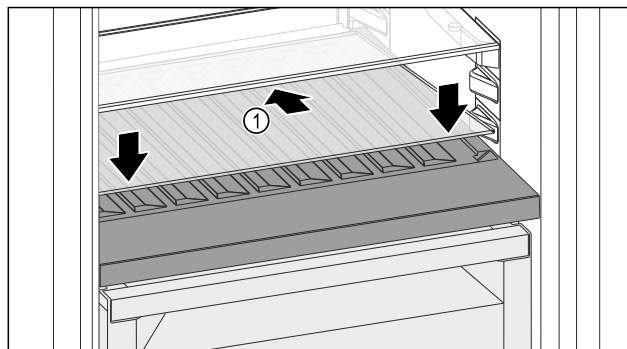

Fig. 98
- ▶ Sett på glassplaten Fig. 98 (1) skrått og vippet bakover nede.
- ▶ Senk glassplaten Fig. 98 (1) foran.